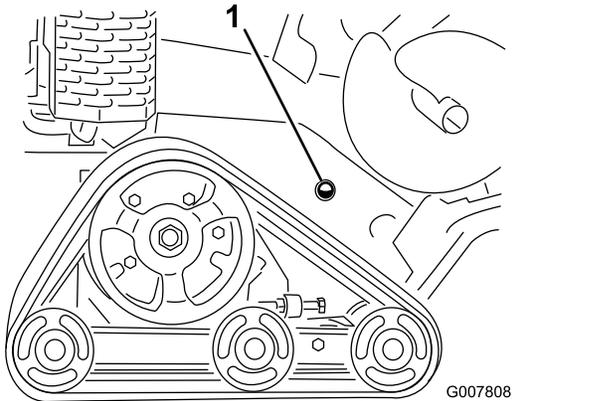

Bild 7
2. Prüfen Sie den Hydraulikölstand am Schauglas vorne an der rechten Platte (Bild 7).
- C. Füllen Sie Hydrauliköl der angegebenen Sorte in den Füllstutzen, bis der Ölstand die Hälfte des Schauglases bedeckt (Bild 7).